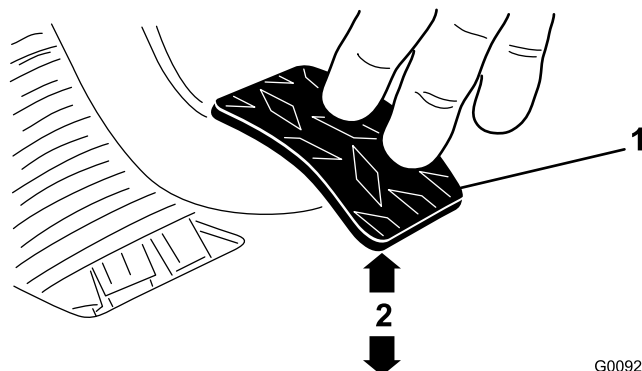

図 64
3. ジャムナットまたはボールジョイントを調整する 1.8 kg の力でクラッチペダルを踏んだ時にペダルの裏面の下端が床のダイヤモンド柄の頂部から 9.2-9.8 cm になるようにする(図 64)。